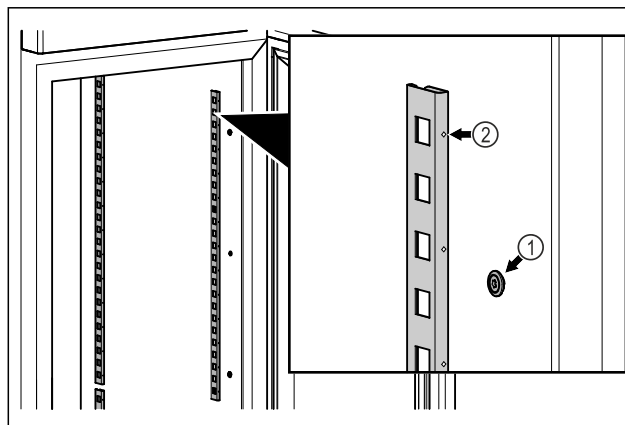

Fig. 83 Beispielhafte Darstellung
- ▶ Rastenleisten in Aufhängung Fig. 83 (1) einhaken. Markierung Fig. 83 (2) muss nach vorne zeigen.